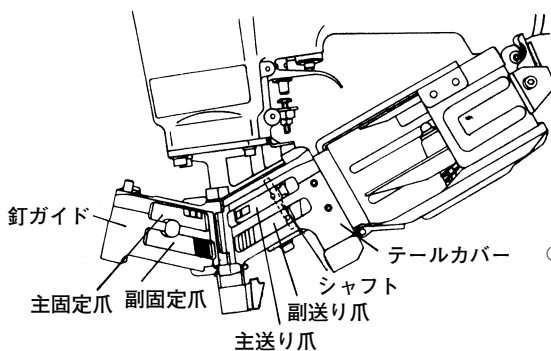

図 13
- 図 13 のように釘ガイドを開いて、主送り爪・副送り爪・主固定爪・副固定爪を各々指で押し動作がスムーズであるかどうか確認してください。